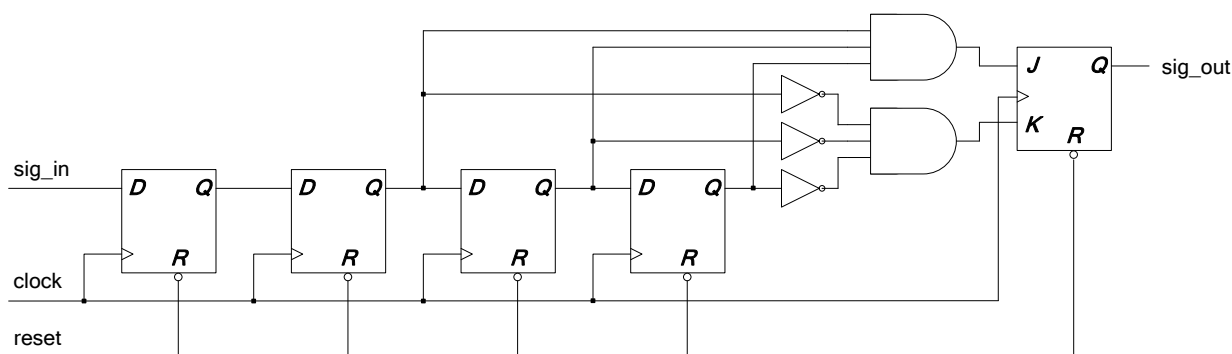

图 5、习题 10 电路原理图
2.10、设计一个 Verilog 模块，描述如图 5 所示的电路原理图表示的电路。并设计一个测试平台，对电路进行仿真。要求：使用单一模块设计。